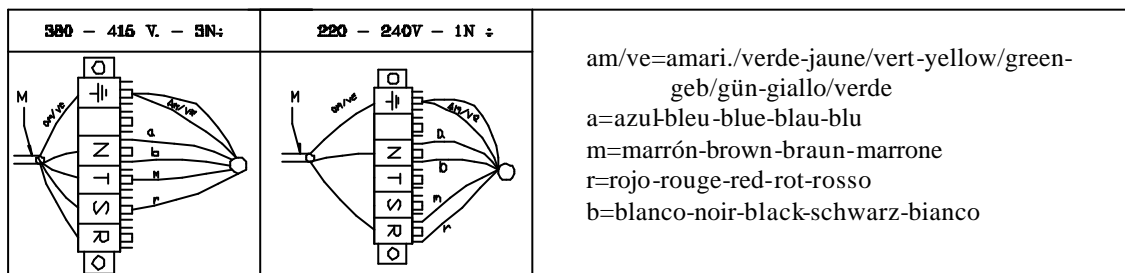

Fig. 7
- Conectar a continuación el Lavavajillas a la tensión indicada en la placa matrícula (Fig.7).
Para conexión a 380-415V.-3N~, acceder a la regleta de conexiones R1 desmontando el Panel anterior (Fig.1). Fijar el cable M en el Panel posterior. Conectar la regleta según Fig.7.